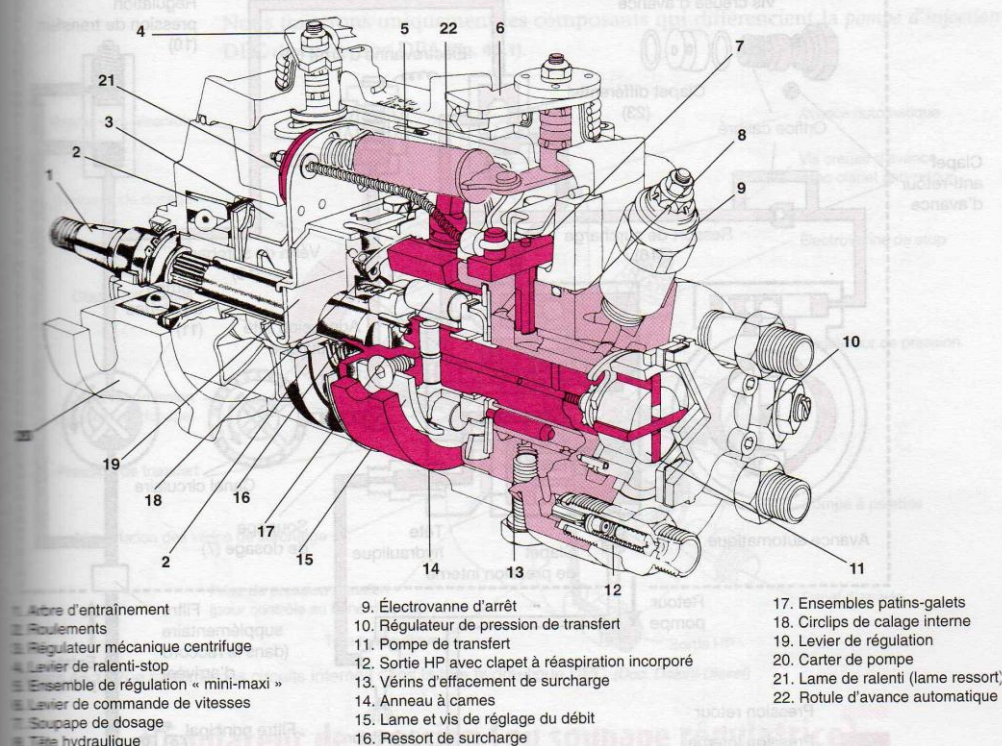
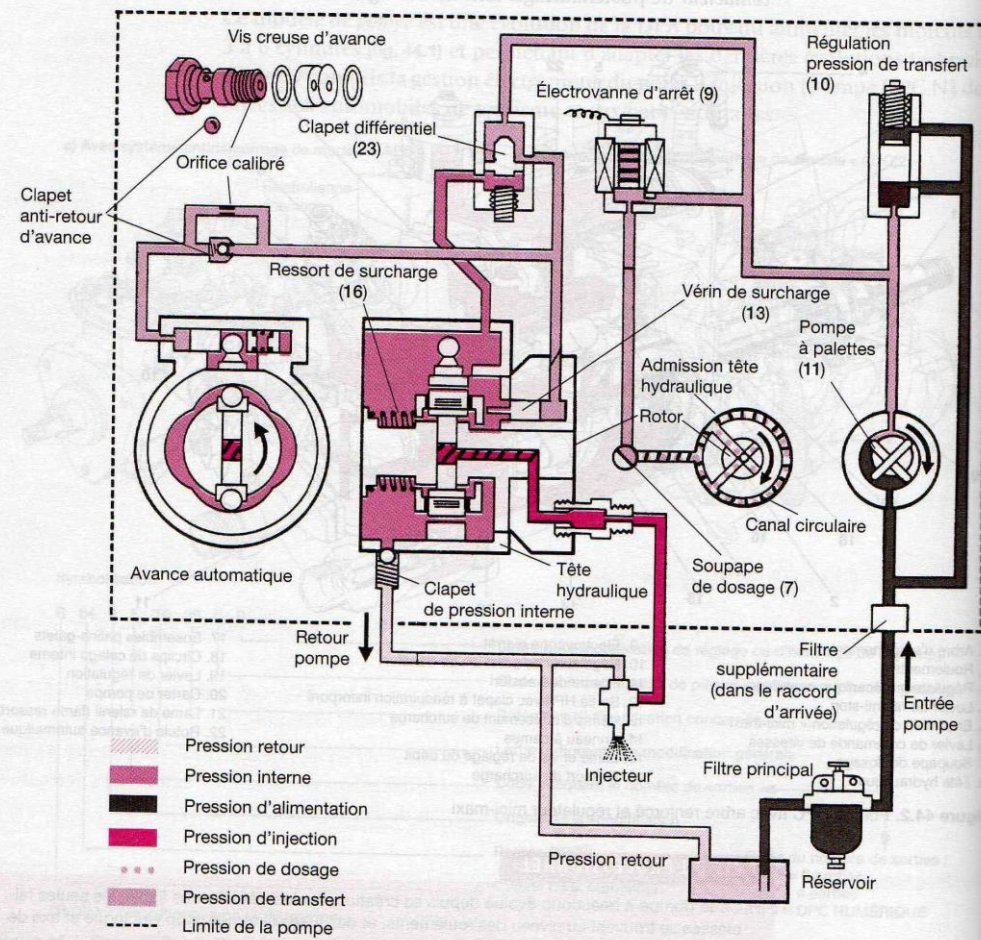
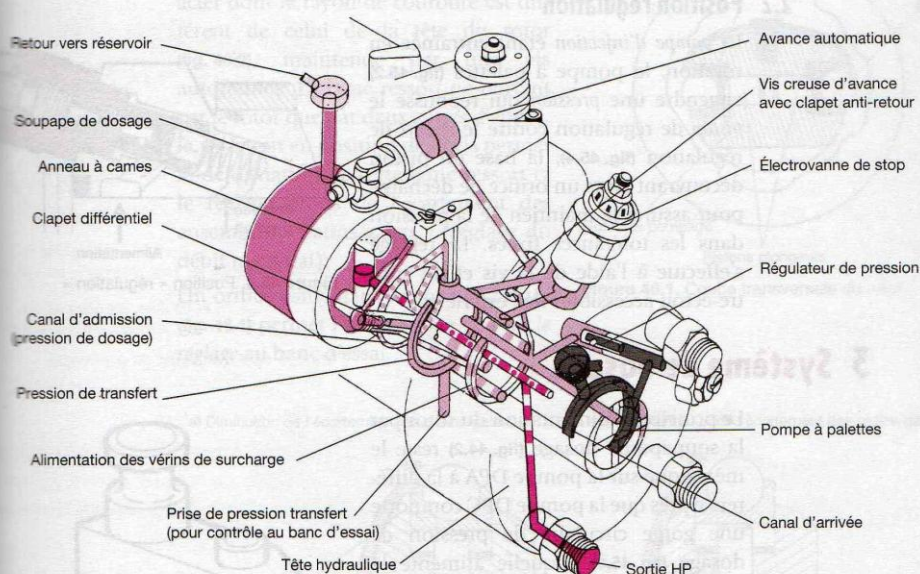

Figure 44.2. Pompe DPC avec arbre renforcé et régulateur mini-maxi
Figure 44.3. Schéma d'alimentation d'une pompe Delphi-Diesel, type DPC de base
Figure 45.1. Vue fantôme des circuits internes dans la tête hydraulique DPC (Doc. Delphi-Diesel)
La pompe DPC (fig. 44.2) présente plusieurs caractéristiques :
Le combustible venant du *filtre* (fig. 44.2, 44.3, 44.4 et 45.1) est aspiré par la pompe à palettes (11) et mis en pression par celle-ci (pression de transfert). Cette pression est alors dirigée dans diverses directions :
- Vers le clapet différentiel (23) (fig. 44.3). Il permet ou non le passage vers les vérins de surcharge (13) (fig. 44.2) et l'avance automatique en fonction de la vitesse.
- Vers le régulateur de pression de transfert (10). Il maintient la pression dans les limites fixées suivant la vitesse de rotation.
- Vers l'électrovanne de stop (9). Dès la mise sous tension (clé de contact), elle permet le passage vers la soupape de dosage (7), permettant à la pompe d'injection de débiter.
Le fonctionnement du système de pompage est identique à celui de la pompe DPA. Nous traiterons uniquement les composants qui différencient la *pompe d'injection* DPC de la pompe DPA (fig. 45.1).
Le fonctionnement est identique à celui de la pompe DPA, mais la conception est différente, facilitant le réglage et permettant une meilleure précision (fig. 45.1 à 45.4).
Le principe d'alimentation du rotor par la soupape de dosage (fig. 44.2) reste le même que sur la pompe DPA à la différence près que la pompe DPC comporte une gorge circulaire de pression de dosage (fig. 45.1), laquelle alimente le rotor par deux canaux (meilleur remplissage à haut régime).